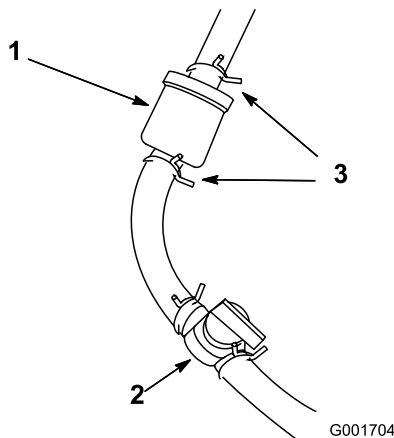

Figura 48
1. Cierre la válvula de cierre del combustible (Figura 48).
2. Coloque un recipiente debajo del filtro, afloje la abrazadera en el lado del carburador del filtro y retire el tubo de combustible del filtro (Figura 48).